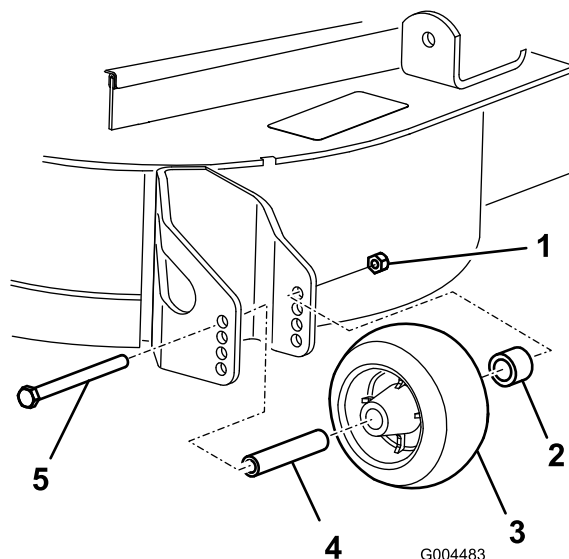

图 10
3. 在调节剪草高度后应通过卸下凸缘螺母、衬套、隔片和螺栓来调节滚筒图 10。
5. 安装凸缘螺母衬套、隔片和螺栓。上紧扭矩至 5461N·m>图 10。